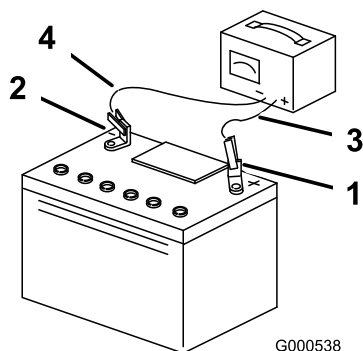

Figure 49
5. Une fois la batterie chargée au maximum, débranchez le chargeur du secteur, puis débranchez les fils du chargeur des bornes de la batterie (Figure 49).